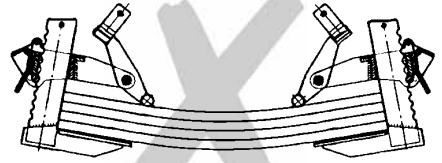

Fig. 2
- Está prohibido transportar planchas metálicas individuales o paquetes de planchas que estén sujetas a una deformación o combamiento grandes durante el transporte, ya que en este caso las planchas pueden salirse de la garra (Fig. 2).